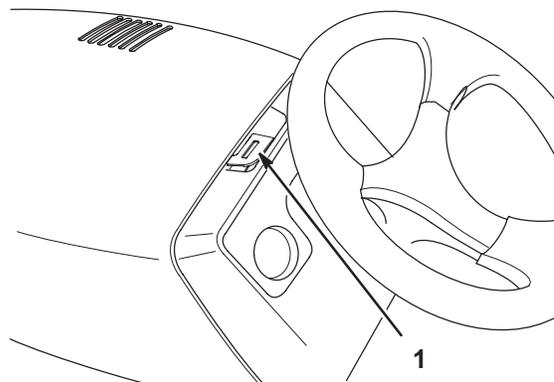

Figura 1
2. Inserite un cacciavite a destra della fessura riportata nella Figura 1, e spingete verso sinistra il fermo del cofano.